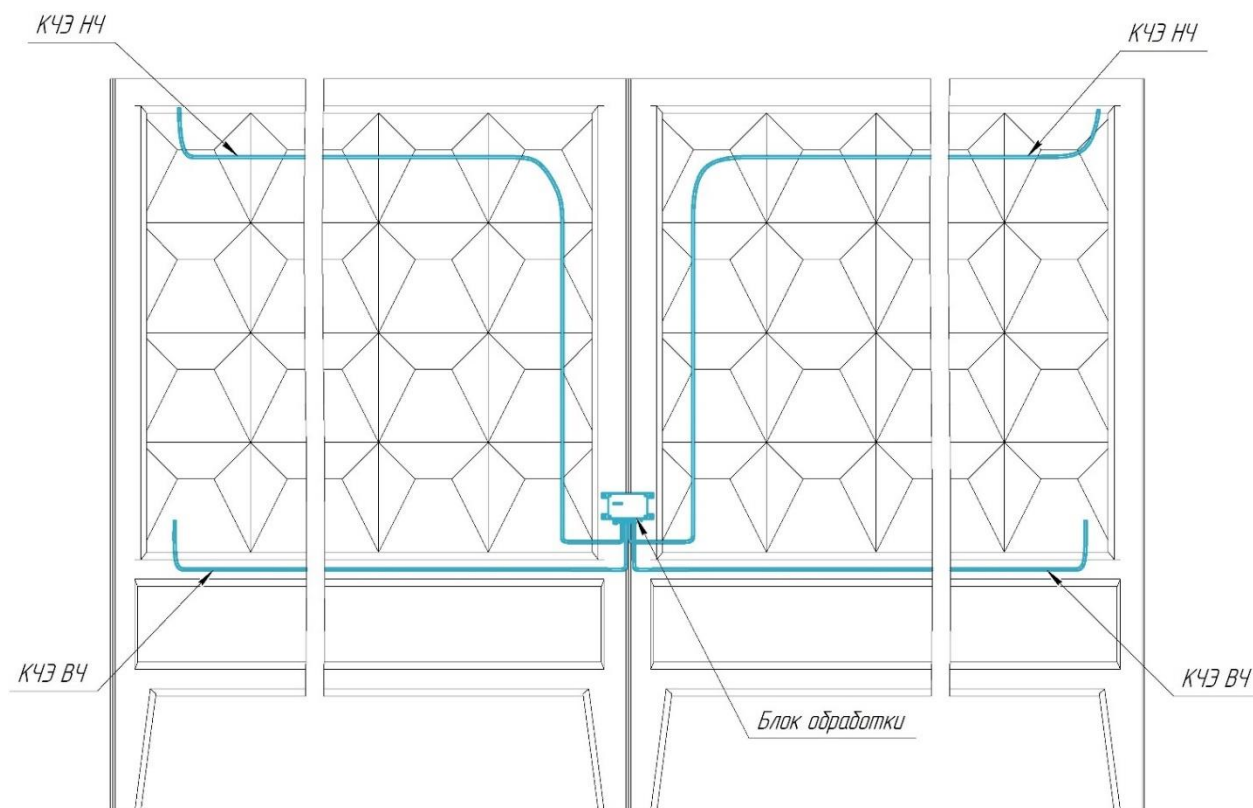

Рисунок 6
2) кабельный ЧЭ НЧ проложить по верхней части бетонного заграждения (Рисунок 6);
3) кабельный ЧЭ ВЧ проложить по нижней части бетонного заграждения (Рисунок 6);